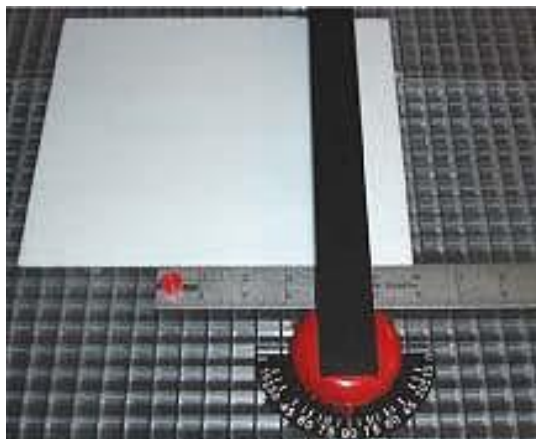

Figure 1
1. Apportez le verre contre la règle. (Fig. 1) Chaque numéro sur la règle serait **d'origine Nombre**, mais nous allons prendre 5 de la règle. Si on fait glisser le verre droit de le nombre 6 et faire un score, nous aurons un pouce 1 dépouiller.